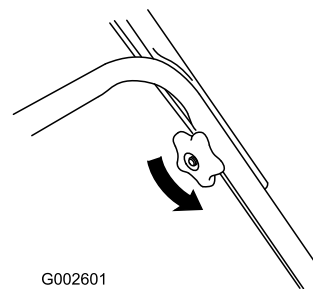

Figura 35
1. Afloje los pomos del manillar hasta que pueda mover libremente la sección superior del mismo (Figura 35).